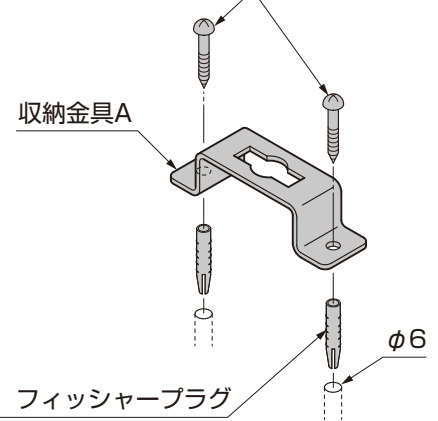

図4-13
- ②収納金具Aを【2-9】，【2-12】で基礎に取付けてください。(図4-13参照)